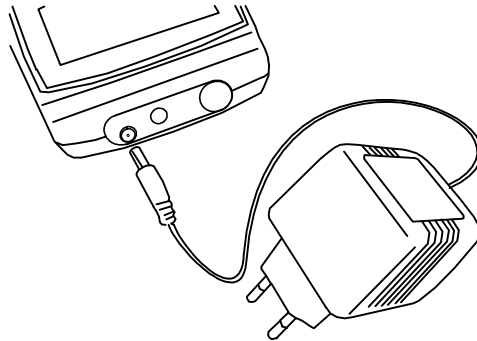

Fig 6.0
- ⇒ Use a non-regulated adapter of 9VDC that supplies a min. of 300mA. Observe the polarity and consult your retailer if necessary. **(Fig. 6.0)**
- ⇒ Gebruik een gewone ongestabiliseerde adapter van 9VDC die minimum 300mA kan leveren en let op de polariteit, raadpleeg eventueel uw handelaar. (**fig. 6.0**)
- ⇒ Utilisez un adaptateur non stabilisé ordinaire de 9VCC pouvant fournir minimum 300mA et veillez à respecter la polarité, consultez au besoin votre revendeur. (**Fig 6.0**)
- ⇒ Verwenden Sie einen herkömmlichen nicht stabilisierten Adapter von 9VDC der mindestens 300mA leisten kann und achten Sie auf die Polarität. Konsultieren Sie ggf. Ihren Händler. (**Abb. 6.0**)